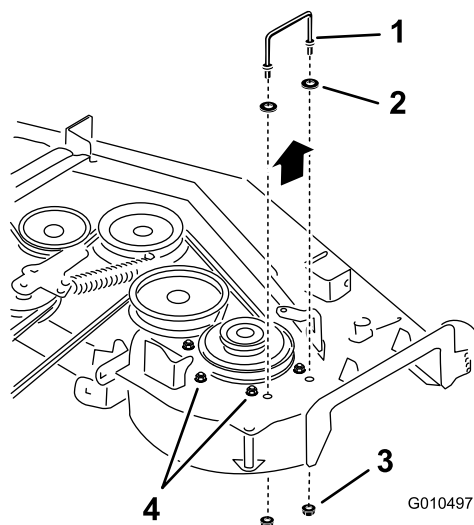
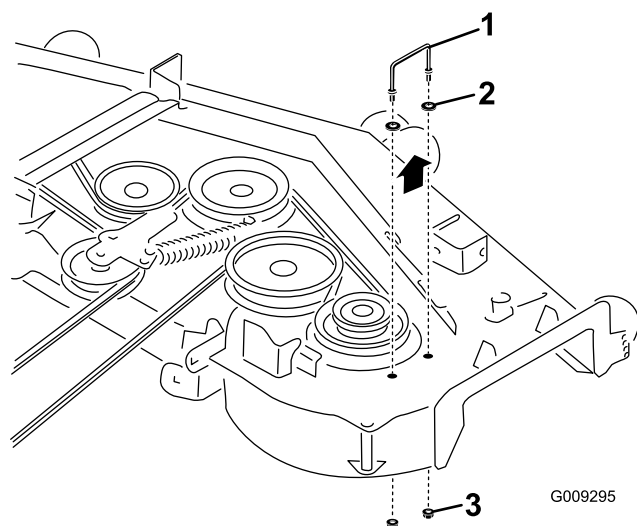

Figura 3
Figura 4
3. **En cortacéspedes de 122 cm (48") y 132 cm (52") únicamente:** afloje los pernos que sujetan el eje derecho a la carcasa de corte (Figura 3).
4. Retire el soporte de la cubierta de la correa de la derecha existente (Figura 3 y Figura 4).